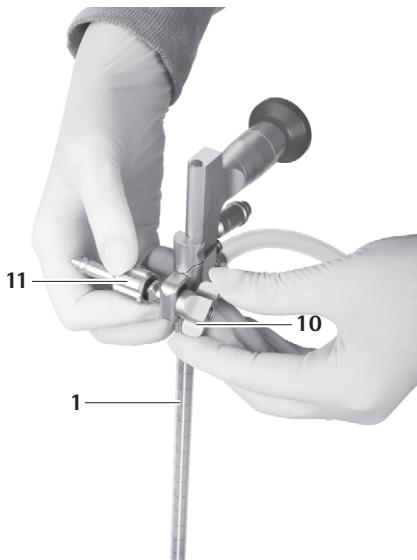

Fig. 19
- ▶ Înşurubaţi piuliţa-fluture 10 până când adaptorul pentru braţul de susţinere 11 este fixat, vezi Fig. 19.